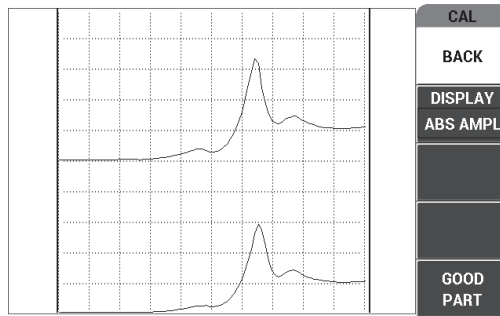

Figura 6-64 Sinal para zona sem defeitos
5. Mantenha a sonda sobre uma seção livre de defeitos e, em seguida, pressione a tecla **GOOD PART [PEÇA BOA]** (tecla E) [veja Figura 6-64 na página 178].